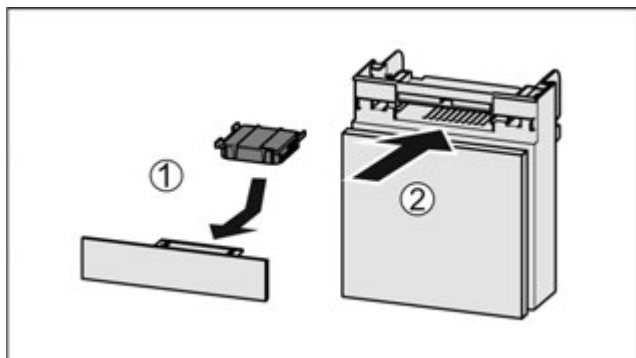

Fig. 87
- ▶ Вставити фільтр з активованого вугілля за малюнком Fig. 87 (1).
- ▶ Вставити відділення Fig. 87 (2).